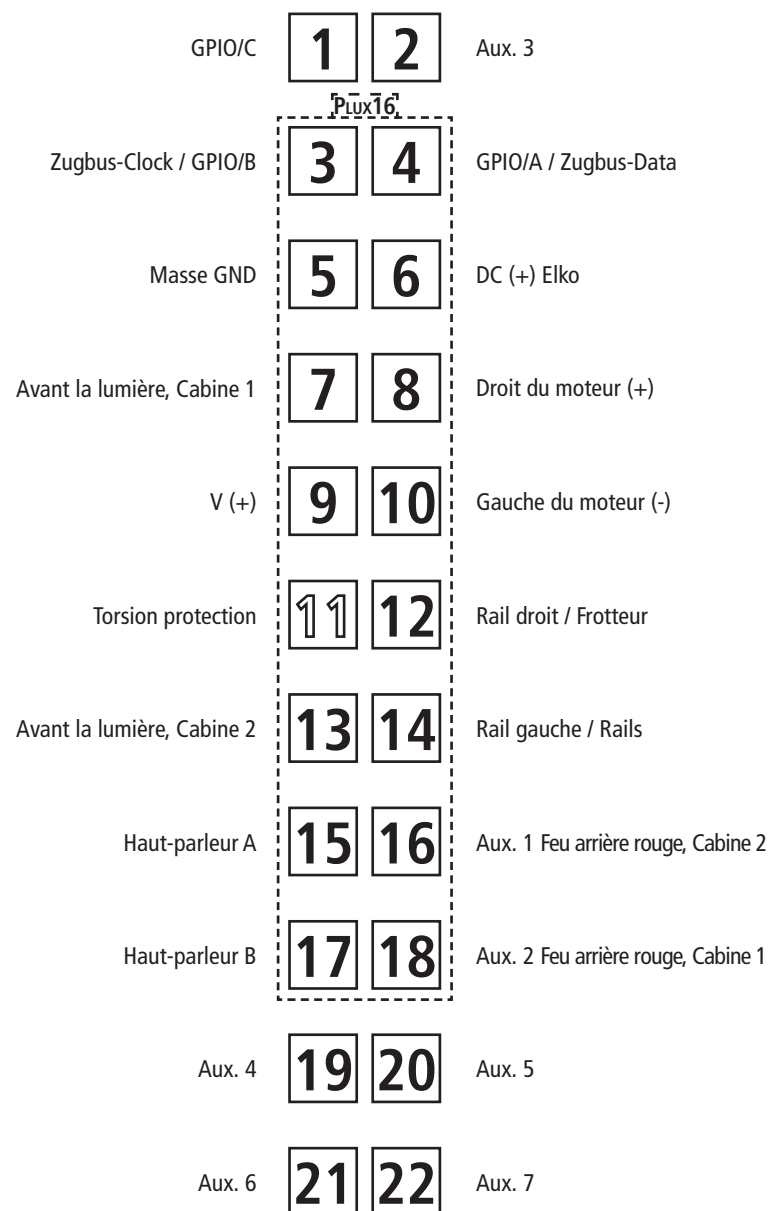

Fig. 6
| Fig. 6 – 10 ..... | 5 + 8 |
**1. Reinigung der Radstromkontakte:** Radstromkontakte können auf unsauberen Schienen leicht verschmutzen. Entfernen Sie **vorsichtig** mit einem kleinen Pinsel **den Schmutz** an den in Fig. 6 gekennzeichneten Stellen.
**1. Cleaning of wheel contacts:** Wheel contacts easily get dirty on tracks which are not entirely clean. Use a small brush to **remove dirt** from spots marked in fig. 6.
**1. Nettoyage des lames de courant aux roues:** Les lames de contacts risquent de s'encrasser rapidement sur des voies poussiéreuses. Veuillez **enlever la poussière** aux endroits marqués à la fig. 6 à l'aide d'un petit pinceau souple.
**3. Échange des bandages d'adhérence:** Démontez d'abord **le couvercle du carter des engrenages** des en-grenages (fig. 5). Délogez ensuite les essieux bandagés et enlevez, à l'aide d'une aiguille ou d'un tourne-vis fin, les bandages d'adhérence (fig. 6+7). Lors du montage des nouveaux bandages veuillez veiller à ce que les bandages **ne soient pas tor-dues**.